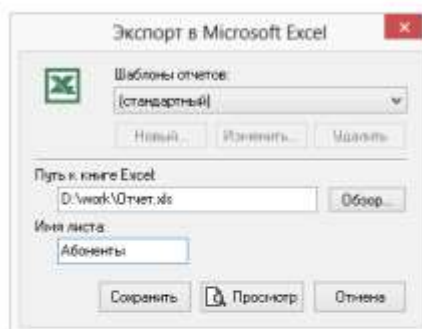

Рисунок 16.21. Диалог экспорта в Excel
1. Нажмите кнопку . Появится диалог экспорта в MS Excel. (смотрите Рисунок 16.21. «Диалог экспорта в Excel»).